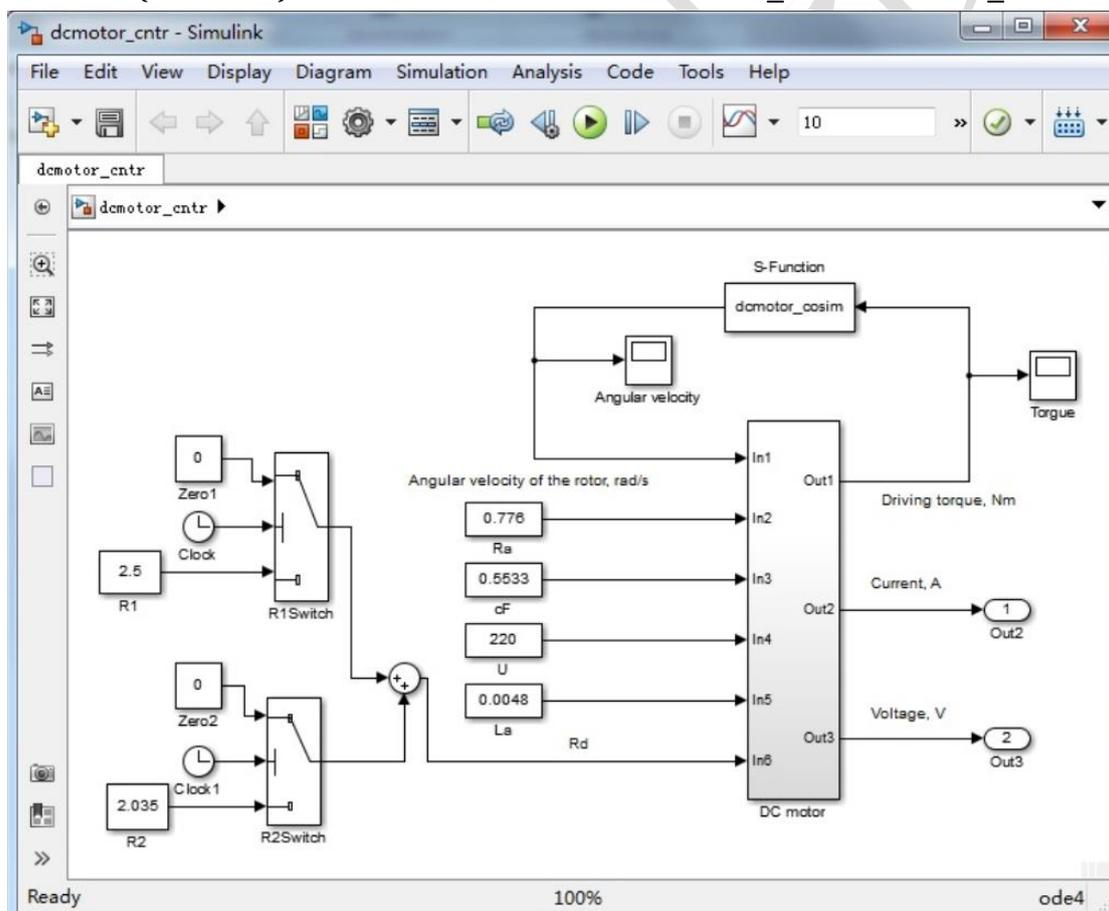

图 4.11
本例用到的 Matlab/Simulink 控制系统模型与图 3.16 的模型非常相似，如图 4.11 所示。不同之处在于，这里用到了一个 **S-Function** 模块，这个模块可以在 Simulink 的 **User-Defined Functions** 库找到，缺省名称为 **System**。控制系统模型位于 `{UM Data} \SAMPLES\cosimulation\dcmotor_cosim\dcmotor_cntr`。
2. 加载图 4.11 所示的控制系统模型 **dcmotor_cosim**。